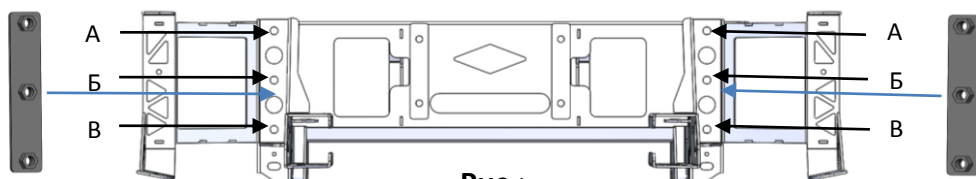

Рис.4
5. Снять левый и правый кронштейны металлического каркаса, вывернув болты А, Б и В (рис.4).
7. Установить металлический каркас на кронштейны болтами М12Х30, используя закладные с приварными гайками (рис.4). **ВНИМАНИЕ! Каркас имеет 2 положения: для штатного положения кузова и для кузова, поднятого над рамой на 65 мм.**